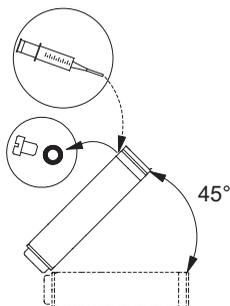

Fig. 4 Posición del motor durante el llenado (MS 6000)
- Si el motor se entrega procedente de stock, debe comprobarse el nivel de líquido antes de instalar el motor. Consulte la fig. 4.
- Si se ha realizado mantenimiento, debe comprobarse el nivel de líquido. Consulte la fig. 4.
1. Coloque el motor sumergible como se muestra en la fig. 4. El tapón roscado de llenado debe estar en el punto más alto del motor.
3. Inyecte el líquido en el motor con la jeringuilla de llenado (fig. 4) hasta que el líquido se desborde por el orificio de llenado.